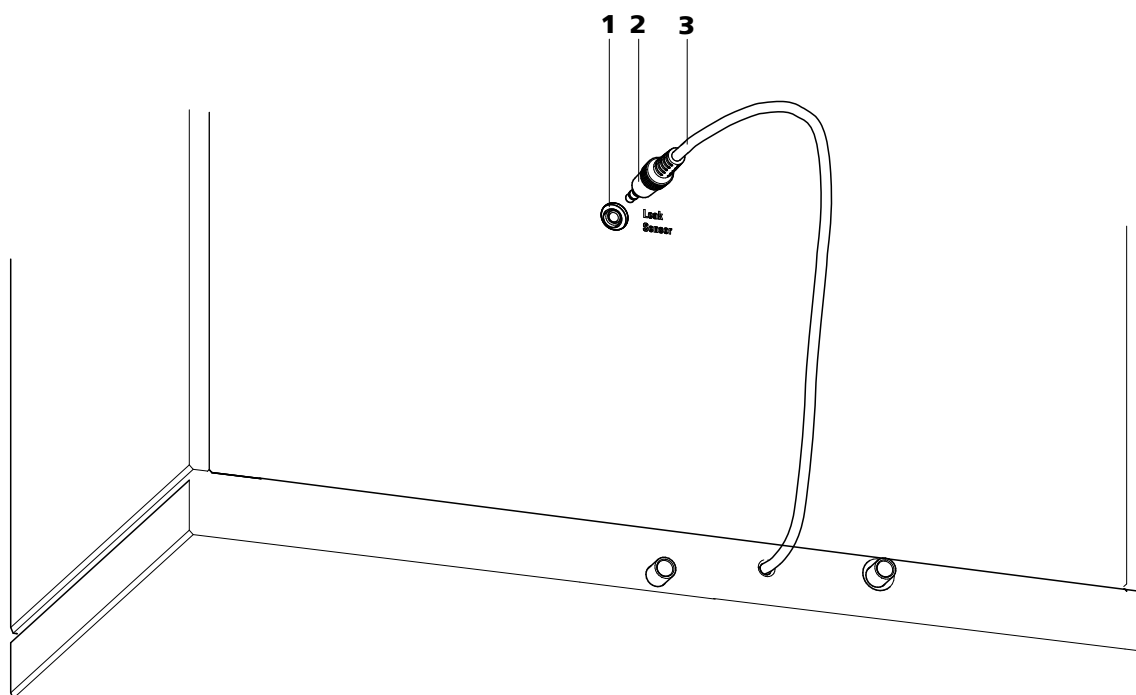

Figura 6 Conexão do sensor de vazamento na parte traseira do aparelho
- 1 Inserir o plugue do sensor de vazamento (6-2) na tomada de conexão do sensor de vazamento (6-1) que se encontra na parte traseira do aparelho (ver figura 6, página 19).